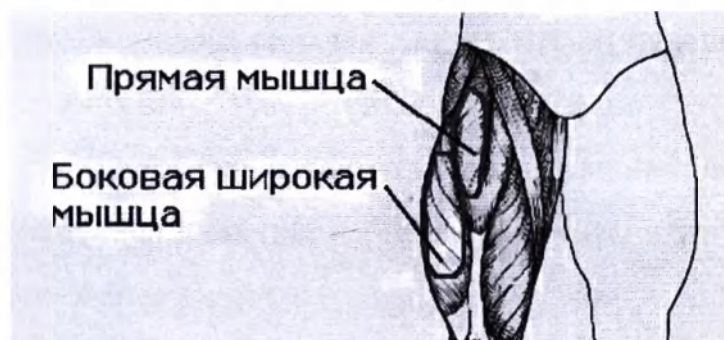

Рисунок 15 – Определение места инъекции в боковую широкую мышцу бедра и в прямую мышцу бедра
- боковая широкая мышца бедра и прямая мышца бедра, рисунок 15.